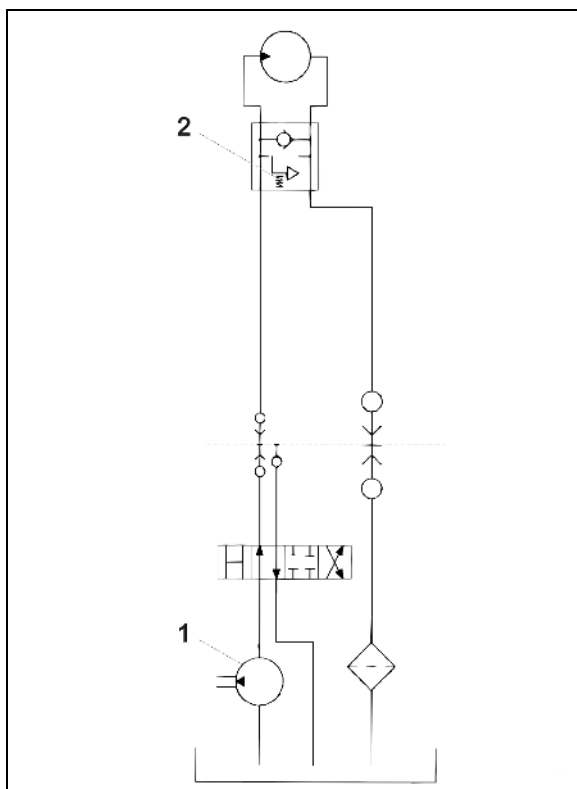

Fig. 77
To bolte (Fig. 77/3 og Fig. 77/4) sidder som hydraulikcylinderens anslag (Fig. 77/1) i justeringsdelen. Hydraulikcylinderens anslag ligger ved boltene (Fig. 77/3), når hydraulikcylinderen er trykløs, og ved boltene (Fig. 77/4), når hydraulikcylinderen forsynes med tryk.
1. Forsyn hydraulikcylinderen (Fig. 77/1) med tryk.
2. Sæt boltene (Fig. 77/3) i en boring i rækken af huller og sørg for at sikre med en ringstift (Fig. 77/2).